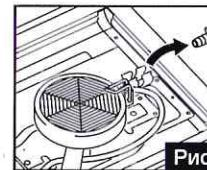

Рис. 13
- Извлеките переходник для бытового баллона из держателя, расположенного внутри плиты (Рис. 13).